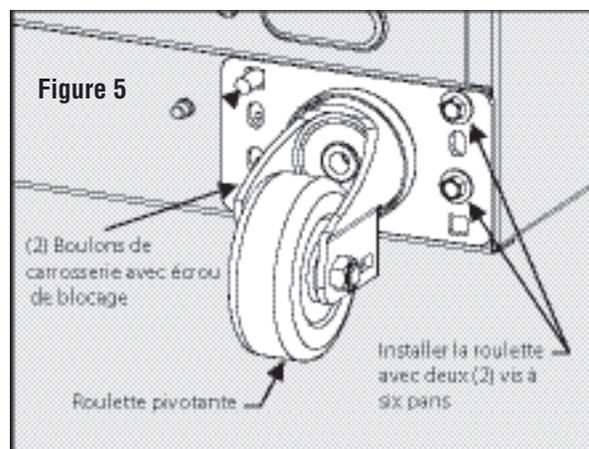

Figure 5
3. Du côté opposé à la plaque de roulette pivotante, insérez deux boulons ordinaires sur la glissière de support du compresseur et la plaque de roulette pivotante. Utiliser un écrou de blocage sur chaque boulon et serrer fermement avec une clé à douille 9/16 po. Vous reportez à la figure 5.